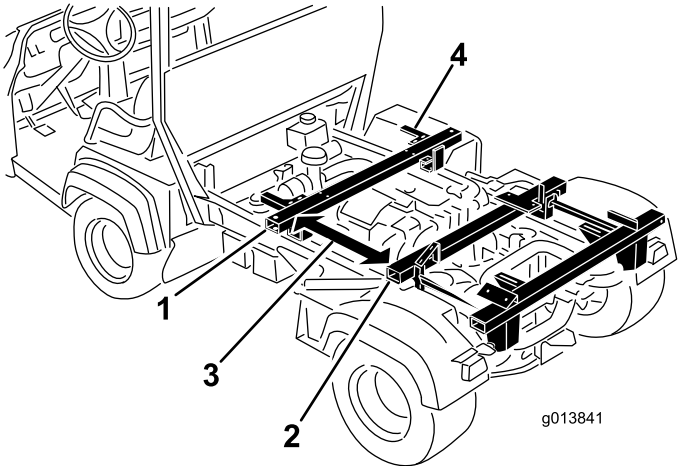

Bild 7
1. Richten Sie die 2 L-Halterung der vorderen Querstrebe in Richtung Front der Maschine aus (Bild 7).
2. Positionieren Sie die vordere Querstrebe auf dem Fahrzeugrahmen, sodass die Querstrebe 76 cm vor der mittleren Querstrebe liegt (Bild 7).